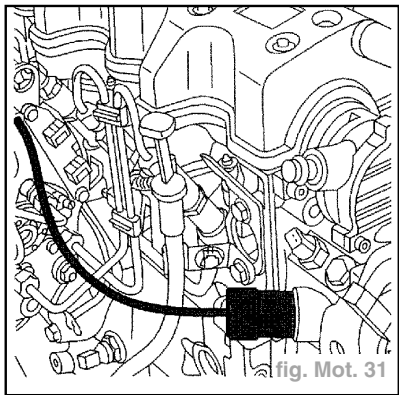

fig. Mot. 31
- Vérifier que la câble (4) est sans tension
- Dans le cas contraire, remplacer la sonde thermostatique (couple de serrage $2,5 \text{ daN.m}$) (fig. Mot. 31).
- Vérifier que le câble (3) est sans tension.